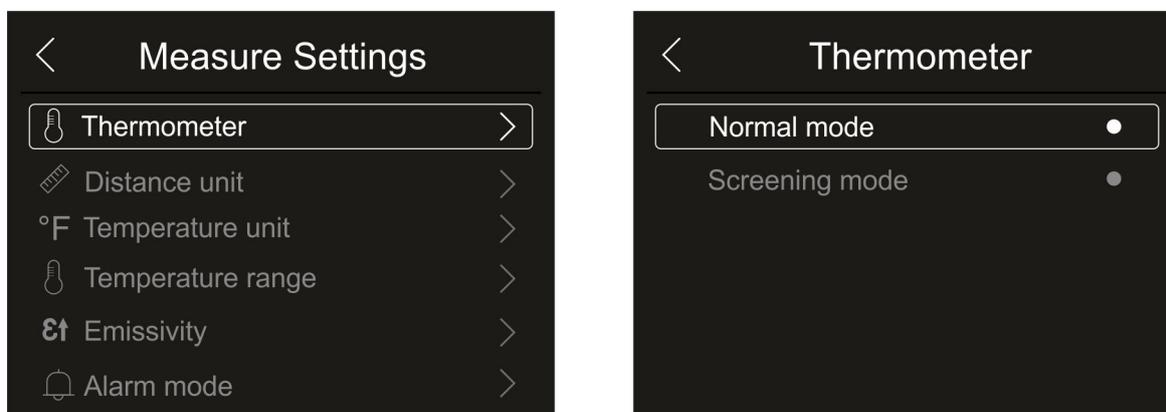

Fig. 23: Menu Termómetro
1. Clique em "Thermometer". A ecrã da Fig. 23 - lado direito é exibido